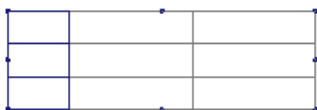

图 6.3.10 选取一列表格
Step2. 在功能选项卡区域的 **表** 选项卡中选择  **选择列** 命令，选取一列表格，选取结果如图 6.3.10 所示。